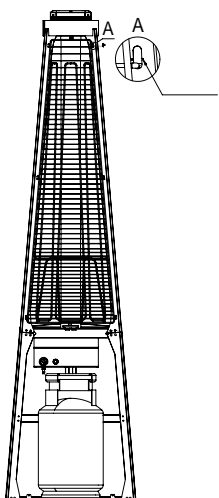

Рис. 9 – Установка фиксаторов решетки
- Установите фиксатор решетки в паз в верхнем профиле (Рис. 9).